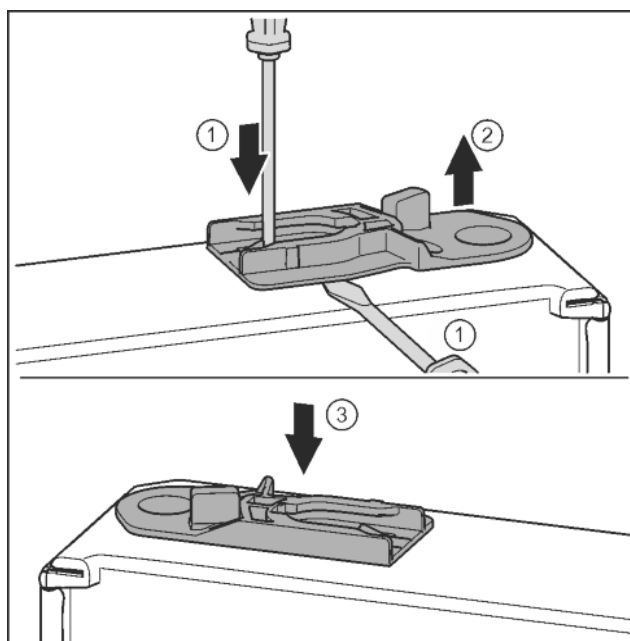

Fig. 32
- Estrarre la bussola di guida: con un cacciavite spingere la linguetta e contemporaneamente con un cacciavite spostarla sotto la bussola di guida. *Fig. 32 (1, 2)*
- Inserire sull'altro lato dell'apparecchio la bussola di guida fornita in dotazione. *Fig. 32 (3)*